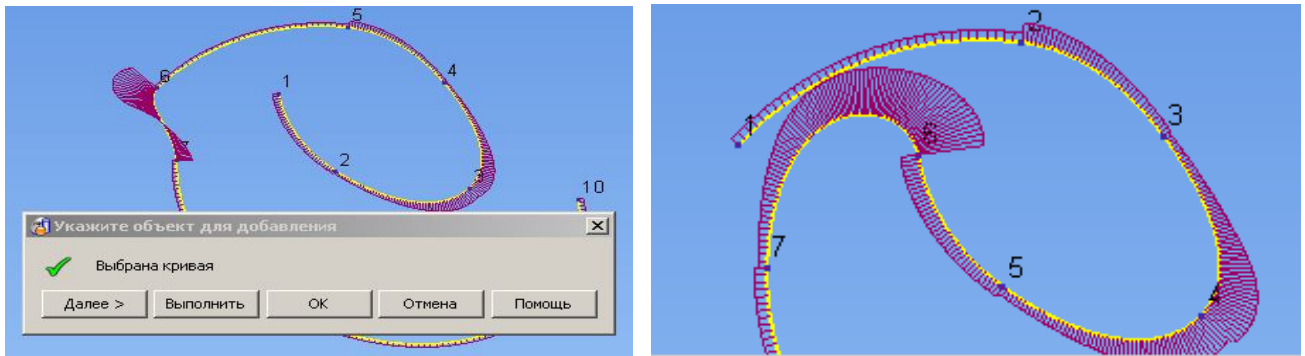

Рис. 5.13 Вікно об'єднання кривих
- *Об'єднати криві* - дозволяє додати будь-каркасний об'єкт до контуру, сплайн до сплайну. Якщо краї додається об'єкта не збігаються, буде додано додатковий сегмент кривої (рис. 5.13).